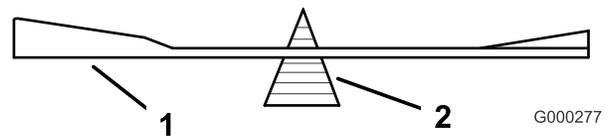
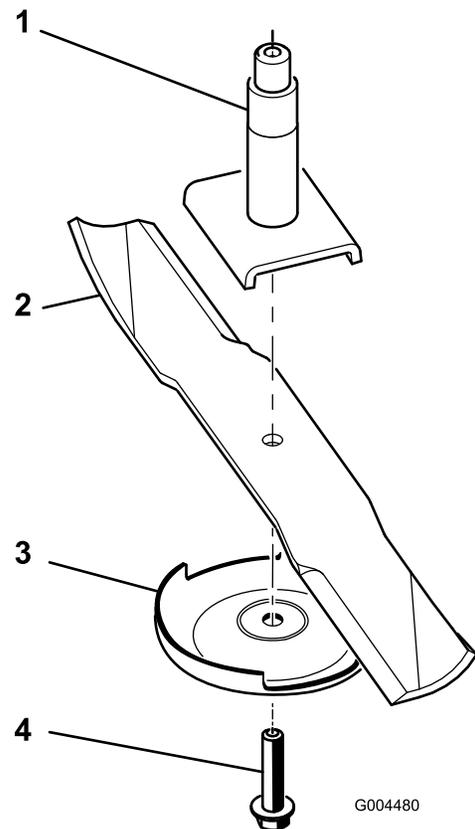

Bild 68
Bild 69
2. Entfernen Sie die Messerschraube, die Antiskalpierplatte und das Messer von der Spindelwelle (Bild 69).
1. Setzen Sie das Messer auf die Spindelwelle (Bild 69).
2. Montieren Sie die Antiskalpierplatte und die Messerschraube (Bild 69).
2. Überprüfen Sie die Auswuchtung des Schnittmessers auf einer Ausgleichsmaschine (Bild 68). Wenn das Schnittmesser in seiner horizontalen Position bleibt, ist es ausgewuchtet und kann wiederverwendet werden. Feilen Sie, wenn das Schnittmesser nicht ausgewuchtet ist, vom Flügelbereich des Messers etwas Metall ab (Bild 69). Wiederholen Sie diesen Vorgang, bis das Messer ausgewuchtet ist.